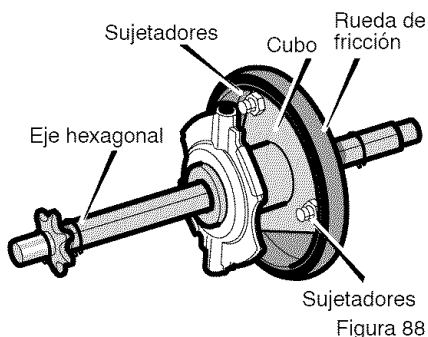

Figura 88
11. Quite los tres **sujetadores** que retienen la **rueda de fricción** en el **culo** (Figura 88).